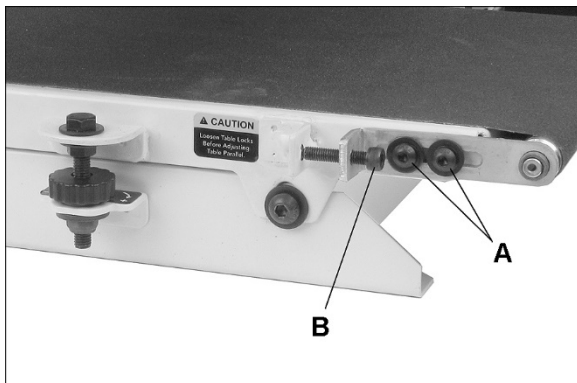

Abb. 8-2: Einstellung der Bandspannung
2. Lösen Sie leicht die vier Schrauben (A, Abb. 8-2) an der Vorschub-Einziehseite mit einem 4-mm-Inbusschlüssel (zwei Schrauben an jeder Seite).
5. Die vier Schrauben festsetzen (A, Abb. 8-2).
2. Den Vorschub einschalten und auf maximale Geschwindigkeit einstellen. Beobachten, ob eine Tendenz zur "Verschiebung" des Vorschubbands zu einer Seite hin besteht. Falls ja, an dieser Seite die Schrauben (A, Abb. 8-2) leicht lösen und die Einstellschraube (B) anziehen.